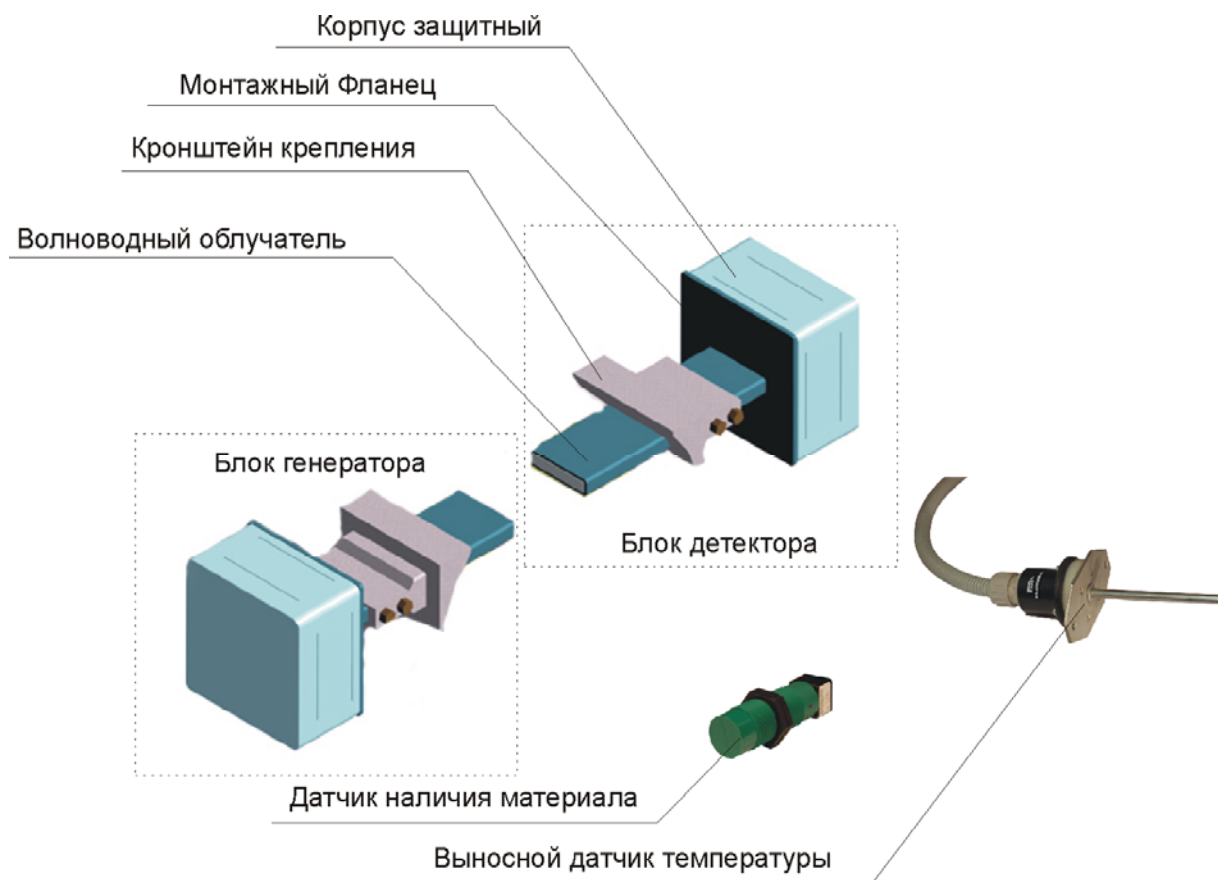

Рис. 4.1. Внешний вид блока сенсоров влагомера «Микрорадар-113NN».
4.1. ВНЕШНИЙ ВИД И УСТРОЙСТВО БЛОКА СЕНСОРОВ ВЛАГОМЕРА «МИКРОРАДАР-113NN» ПРИВЕДЕНЫ НА РИС. 4.1.